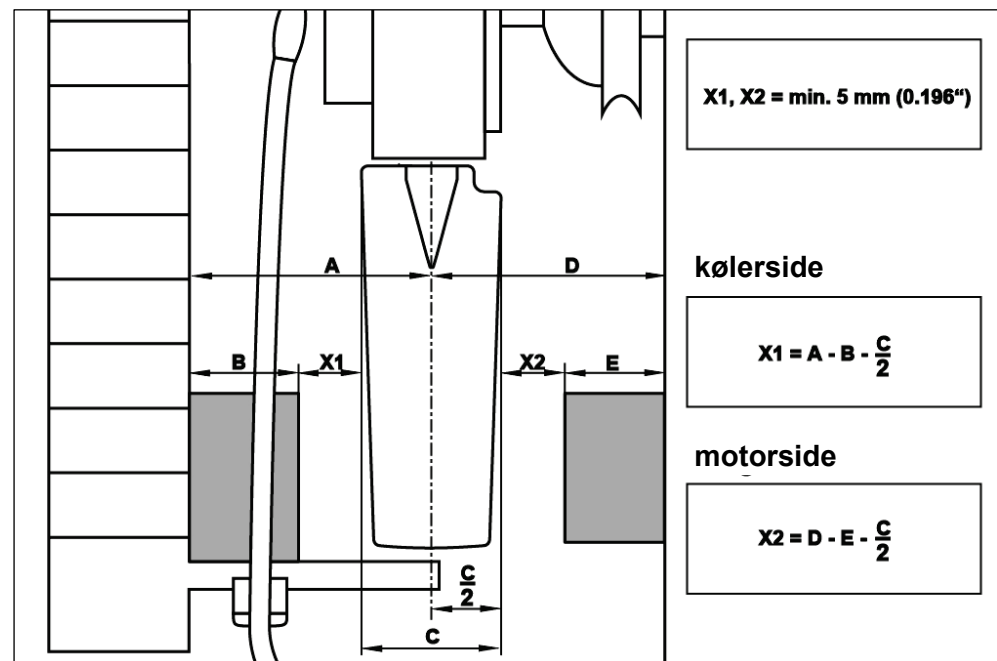

Fig. 39
**33)** Mål, om der er nogen genstande i vejen (se Fig. 39).